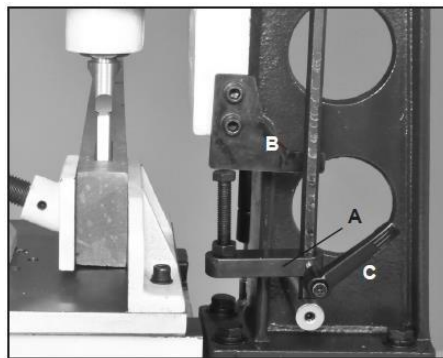

Рис. 14
2. Установите стопорную пластину (поз. 81, Рис. 14, А) на направляющем стрелке колонны (поз. 10) так, чтобы болт (поз. 79) уперся в ограничительную пластину (поз. 12), расположенную на головке станка.